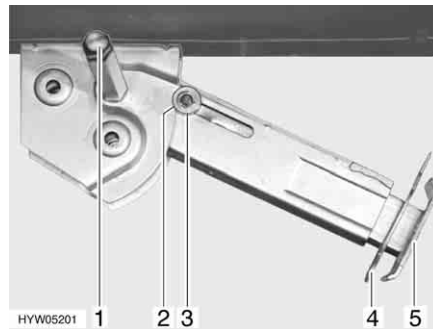

Bild 32 Stödben
- Placera hylsnyckeln på sexkanten (Bild 32,1) och vrid runt den tills stödbenet står rakt neråt.
- Drag ut sprinten (Bild 32,4) ur stödbensförlängningen (Bild 32,5).
- Placera hylsnyckeln på sexkanten (Bild 32,1) och vrid runt den tills stödbenet inte längre sitter mot marken.
- Skjut in stödbensförlängningen (Bild 32,5) helt och sätt in sprinten (Bild 32,4) i borrhålet på stödbensförlängningen.
- Vrid på sexkanten (Bild 32,1) med hylsnyckeln tills stödbenet har svängts upp och styrbrickan (Bild 32,3) befinner sig längst upp i skåran (Bild 32,2).